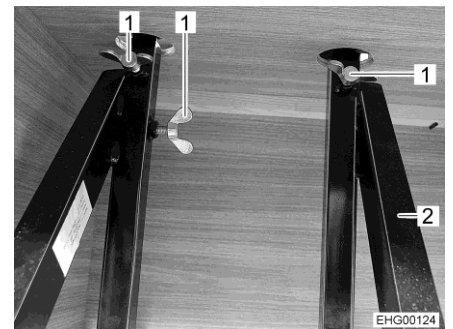

Bild 25 Vingskruvar
- Dra åt vingskruvarna (Bild 25,1) i stängerna i lådkonsolen (Bild 25,2).